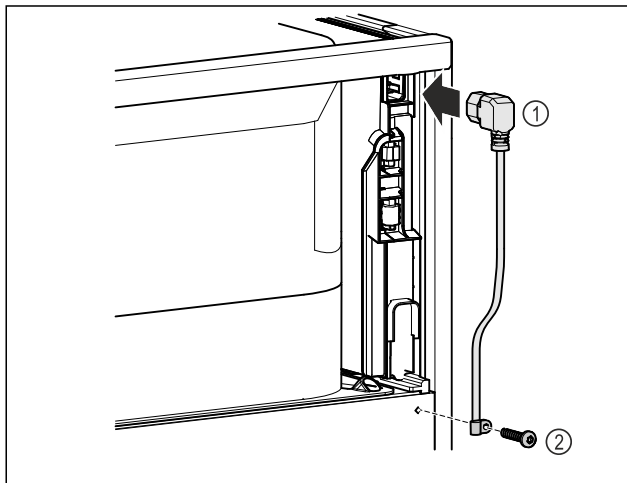

Fig. 9
- ▶ 插上冰箱背面电源线的冰箱插座 Fig. 9 [1]。
- ▶ 安装张力释放线扣。 Fig. 9 [2]